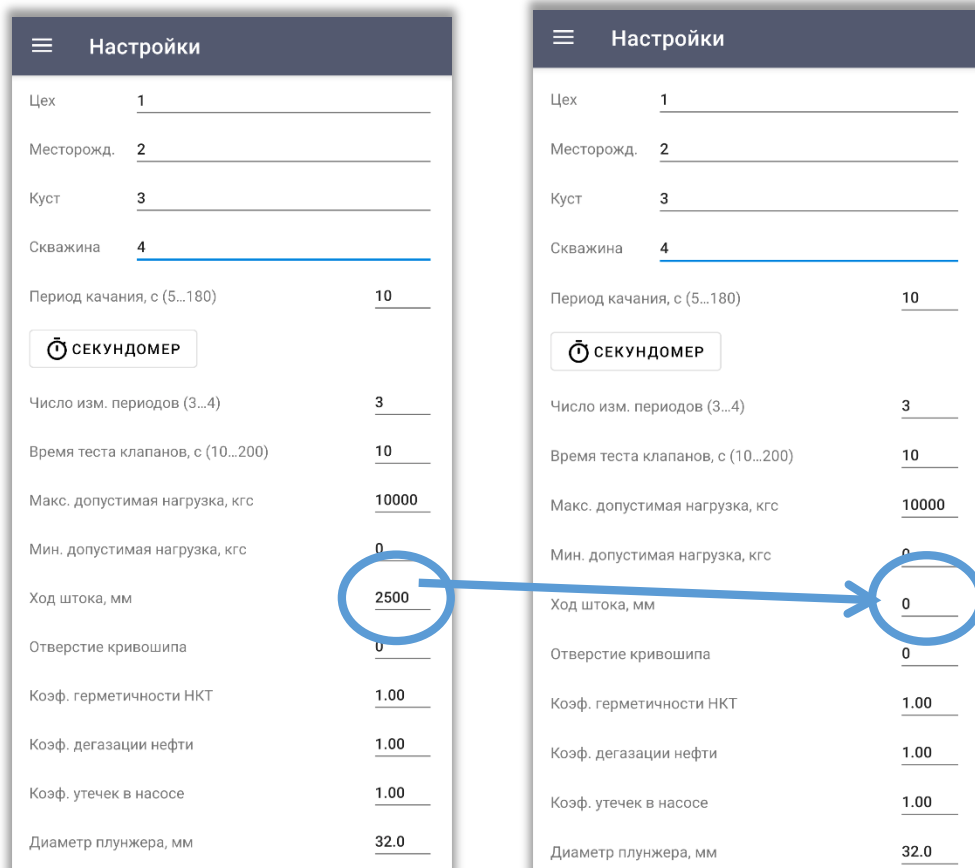

рис.4
- Для автоматического определения эффективного хода штока, необходимого для расчета дебита, параметр «Ход штока» не должен быть фиксированным, значение должно быть равно «0». (рис.4)